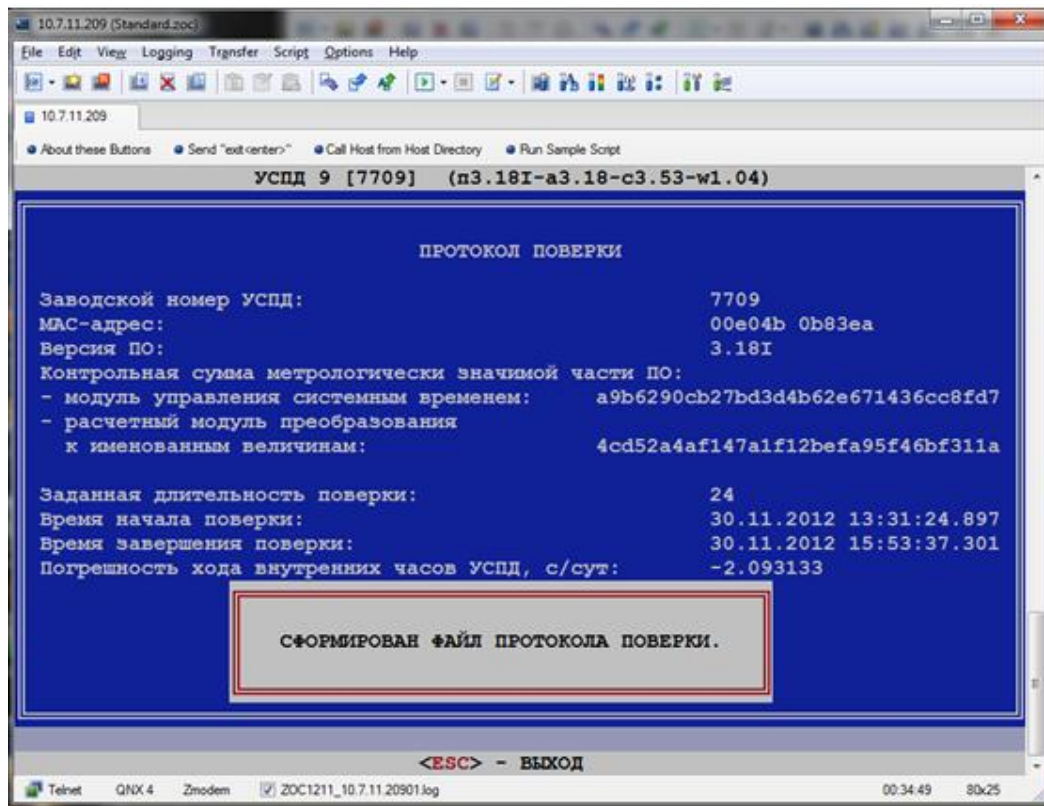

Рисунок 31
6.5.1.13. Проверка заканчивается либо по заданному времени, либо по пункту меню «завершить проверку» рисунок 31.